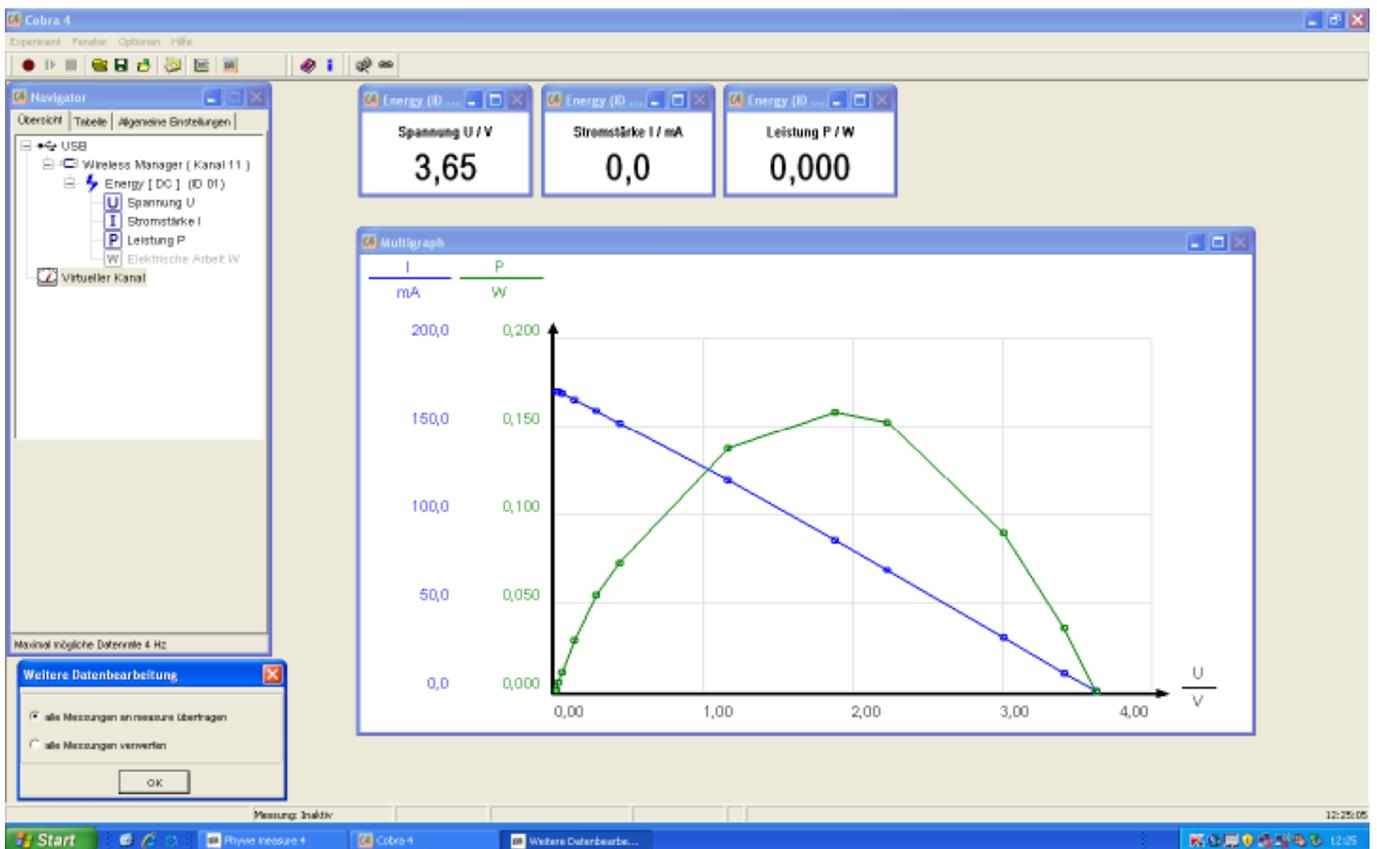

Abb. 3: Messwerterfassung bei einem Abstand von 5 cm
- Experiment laden (Experiment > Experiment öffnen > ...). Es werden nun alle benötigten Voreinstellungen zur Messwertaufnahme geöffnet (Abb. 3).